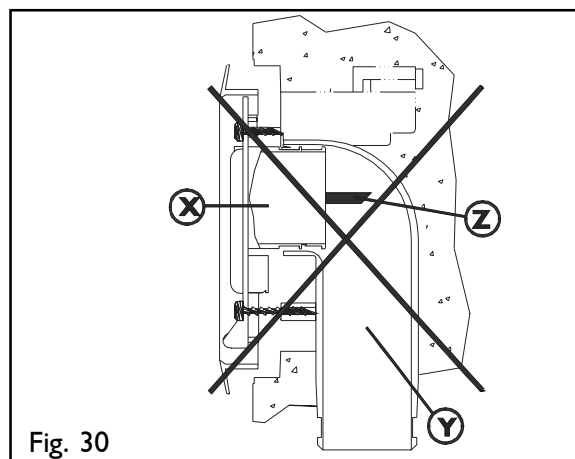
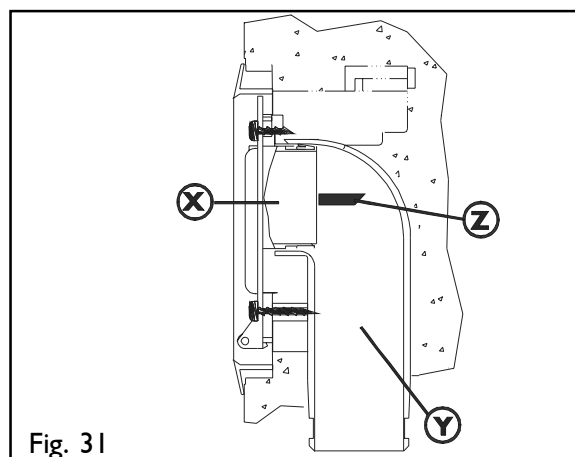

Fig. 30
Fig. 31
3. Ifall montageställningens muff (X) tar emot anslaget (Z) (fig. 30) i sugdosans anslutningsböj (Y), så att ramen inte trycks fast mellan vägg och dosa, skall montageställningens muff avkortas till utseendet i fig. 31 enligt följande: